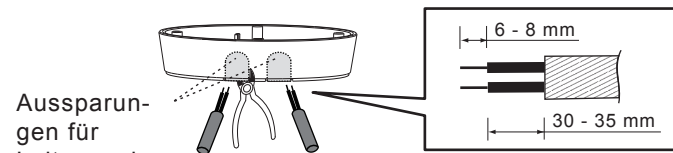

ABB.12
- 3.4.3.2 Mit Hilfe einer Schneidezange die Aussparungen zur Leitungsführung an der Seite der Abzweigdose durchstoßen und anschließend die AC-Netzkabel durch die Öffnung fädeln. Bitte entfernen Sie etwa 6 - 8 mm der Kabelisolierung für die Verkabelung (siehe ABB.12).